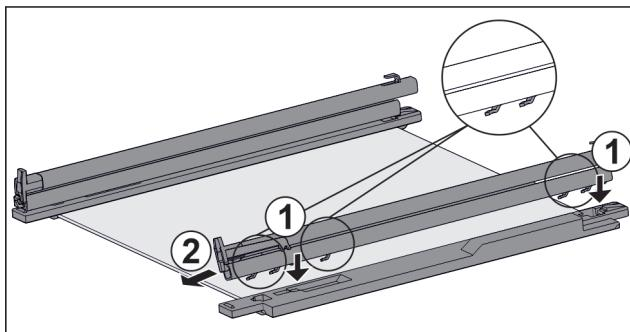

Fig. 156 Glasplatte mit Schienen und Halteelementen
- Haken der Schiene auf die Öffnungen des **linken** Halte- teils setzen. Fig. 156 (1)
- Schiene nach vorne ziehen. Fig. 156 (2)
- Haken der Schiene auf die Öffnungen des **rechten** Halte- teils setzen. Fig. 156 (1)